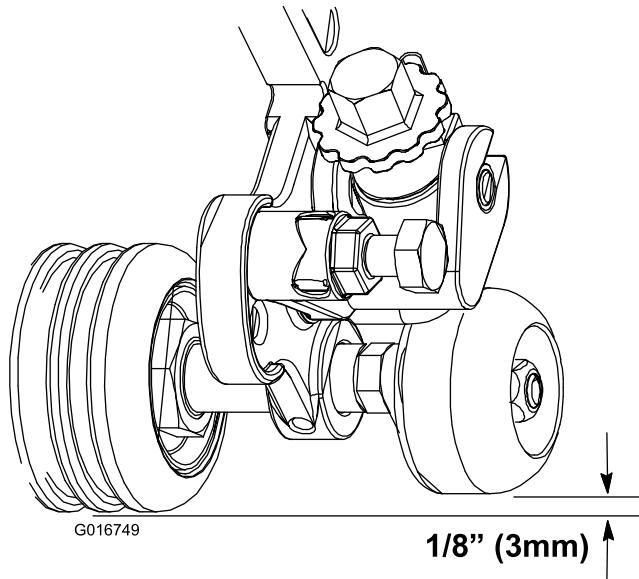

Figura 2
- Gire el rodillo hacia abajo hasta que esté 3 mm más alto que el rodillo delantero (Figura 2).